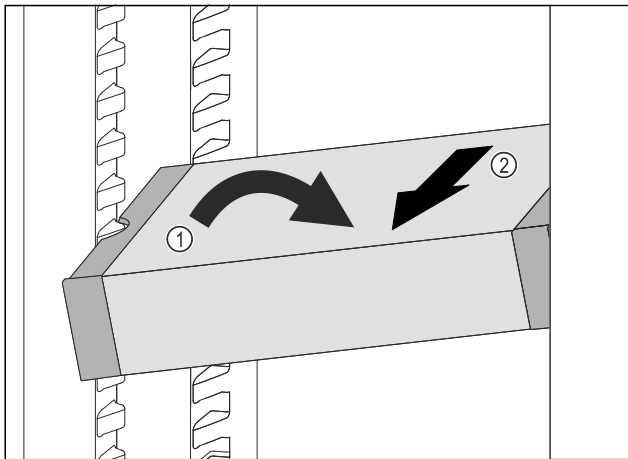

Fig. 157
- ▶ 在冷藏区中倾斜 VarioSafe。 Fig. 157 (1)
- ▶ 向前取出 VarioSafe。 Fig. 157 (2)